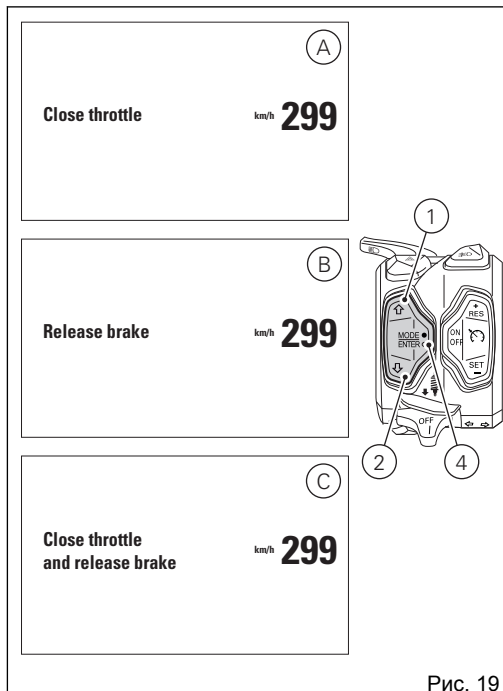

Рис. 19
- THROTTLE» (А, Рис. 19). Только если ручка газа отжимается, подтверждается и записывается в память выбранный стиль вождения и возвращается стандартная страница;
- если ручка газа отжата, но тормоза нажаты, приборная панель выводит на дисплей сообщение «RELEASE BRAKES» (В, Рис. 19). Только если тормоза отпускаются, подтверждается и записывается в память выбранный стиль вождения и возвращается стандартная страница;
- если ручка газа выжата или тормоза нажаты и мотоцикл едет, на дисплее приборной панели появляется индикация «CLOSE THROTTLE AND RELEASE BRAKES» (С, Рис. 19). Как только все условия будут соблюдены (ручка газа отжата, тормоза отпущены или мотоцикл стоит), приборная панель подтвердит и запишет в память выбранный стиль вождения, а потом выведет на дисплей стандартную страницу.